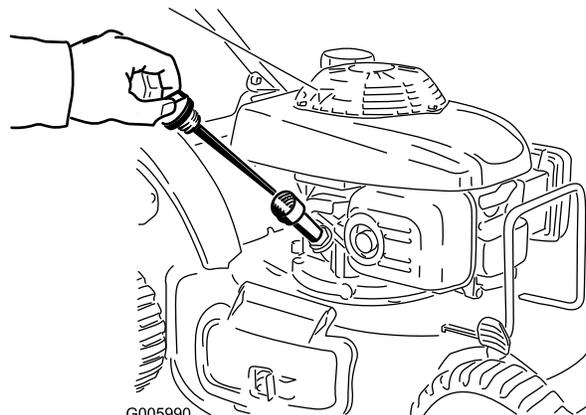

Figura 19
1. Retire la varilla, límpiela con un trapo, vuelva a colocarla en el tubo de llenado, **pero no la enrosque** (Figura 19).
2. Retire la varilla y compruebe el nivel de aceite (Figura 19).
Si no hay aceite sobre la varilla, vierta aceite **lentamente** por el tubo de llenado de aceite, comprobando el nivel con la varilla de vez en cuando, hasta que la varilla indique que el motor está lleno, tal como muestra Figura 19. **No llene demasiado.** (Capacidad máxima: 0,55 l (20 onzas), tipo: SAE 30W, aceite detergente con clasificación de servicio API SH, SJ, SL o superior.)